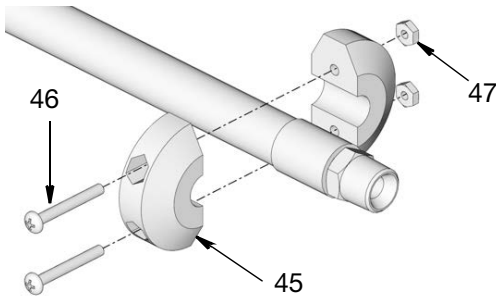

FIG. 14
- Vuelva instalar el tope de bola y la válvula dispensadora (FIG. 14).
- Retire la abrazadera en C (A).